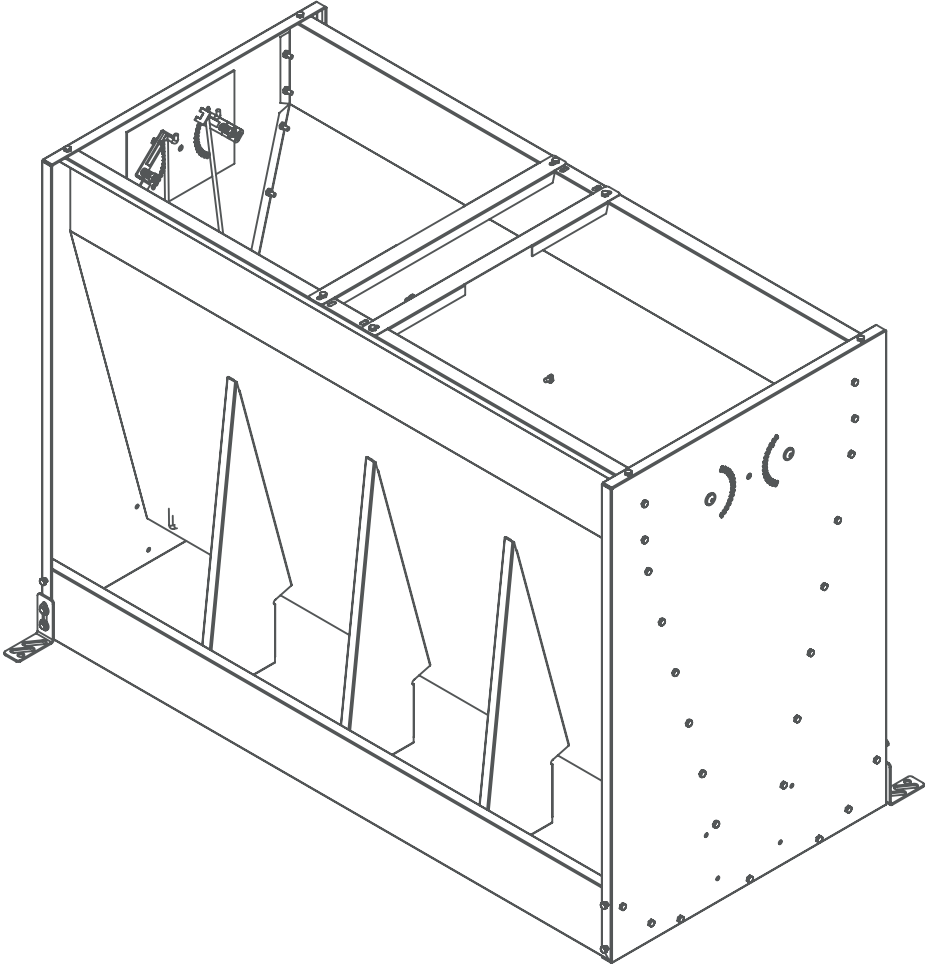

Рис. 1. Общий вид изделия
5.1 Общий вид изделия (Рис. 1).